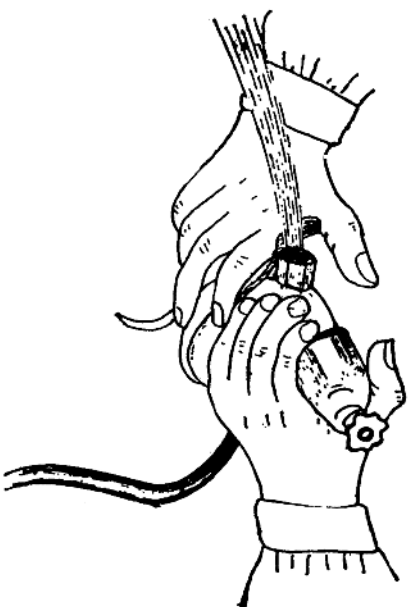

图 1-29 用简单方法试验汽油泵输出压力
(1) 汽油泵最大输出压力试验。(图 1-29) 为简单的试验方法：用手摇动手摇臂或推动内摇臂看出油接头喷油的情况。如果从出油接头喷出有力的脉动油流，说明汽油泵良好。